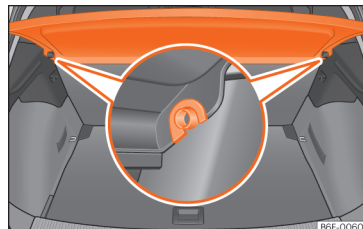

Abb. 126 Im Gepäckraum: Gepäckraumabdeckung aus- und einbauen.
- Drücken Sie die Abdeckung aus den Seitenhalterungen » Abb. 126 aus, indem Sie diese nach oben ziehen und herausnehmen.
- Führen Sie die Abdeckung horizontal ein, so dass das „Hufeisen“ über den Achsen der Halter »» **Abb. 126** liegt und drücken Sie die Abdeckung nach unten, bis sie einrastet.